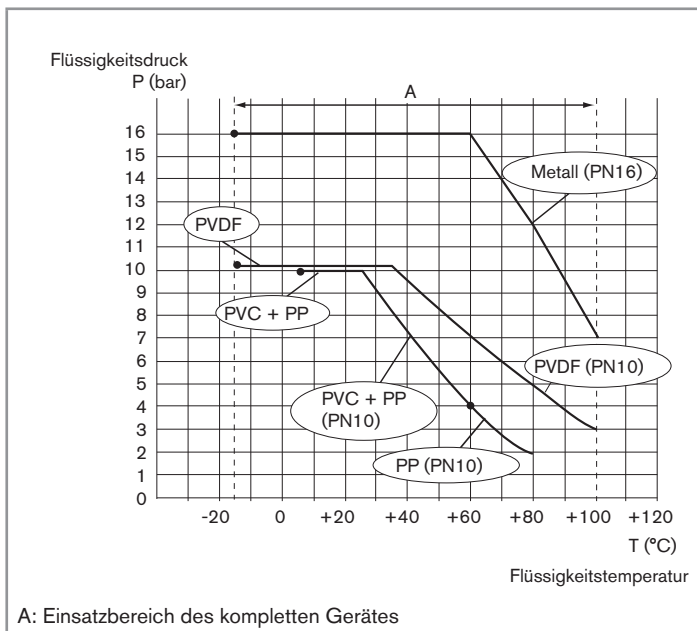

Bild 3: Druck-Temperatur-Abhängigkeitskurven der Flüssigkeit
- Je nach Art der Werkstoffe des Fittings (siehe Bild 3) die Druck-Temperatur-Abhängigkeit der Flüssigkeit beachten.